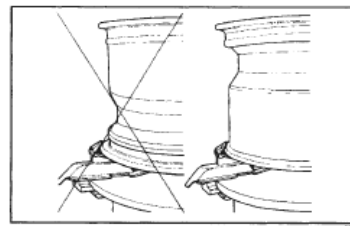

Рис. 22
- D.** Поместите диск ГЛУБОКОЙ ЧАСТЬЮ ВВЕРХ (рис. 22) на поворотный стол и зажмите его в этом положении.